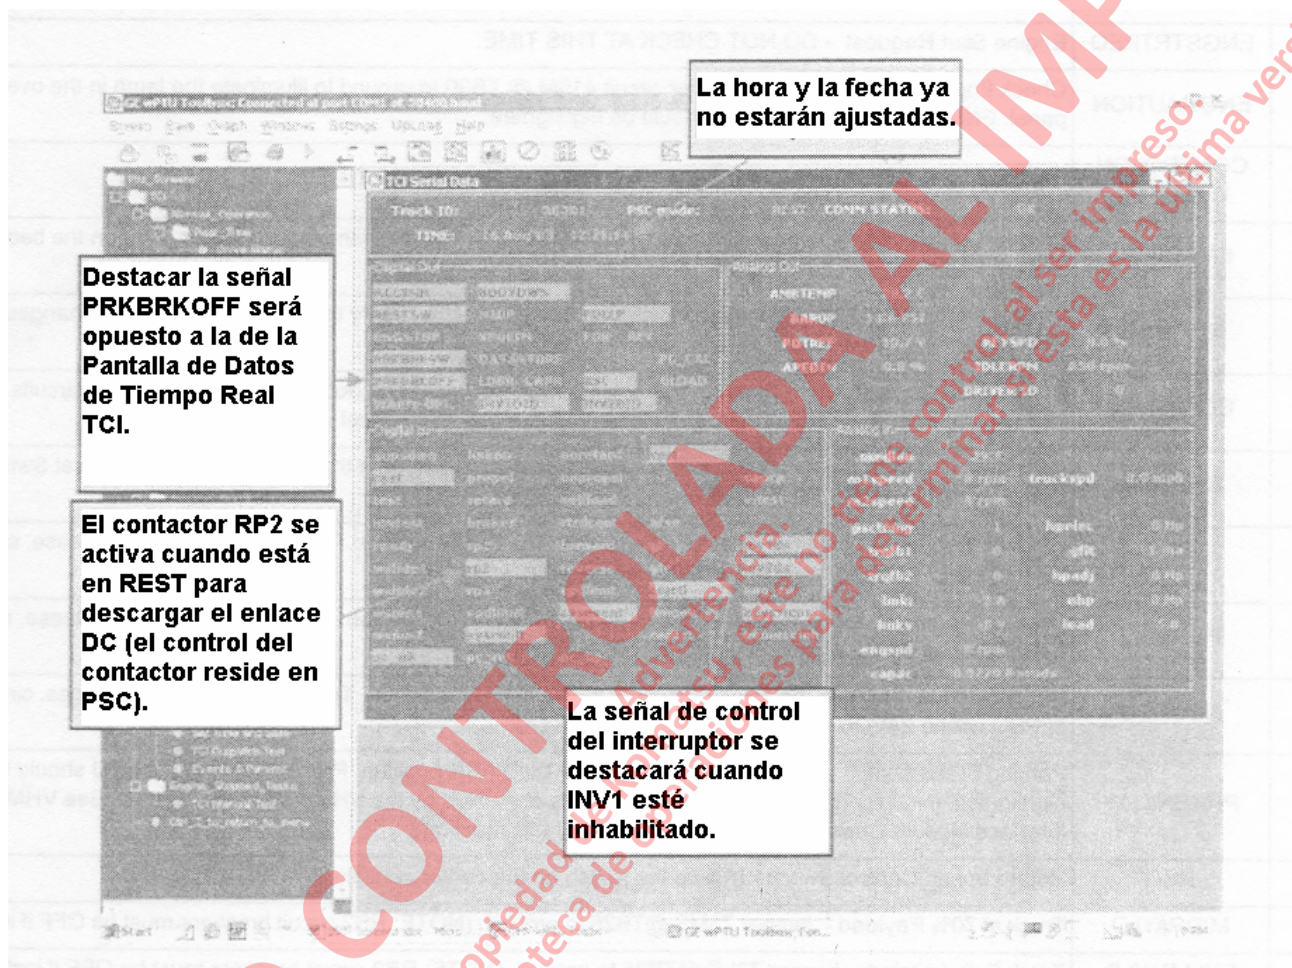

FIGURA 3-8. PANTALA DE DATOS SERIALES TCI
- Verifique que los valores análogos y digitales sean similares al ejemplo de la Figura 3-8.